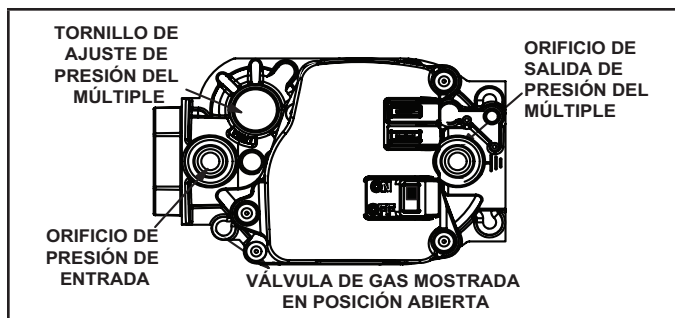
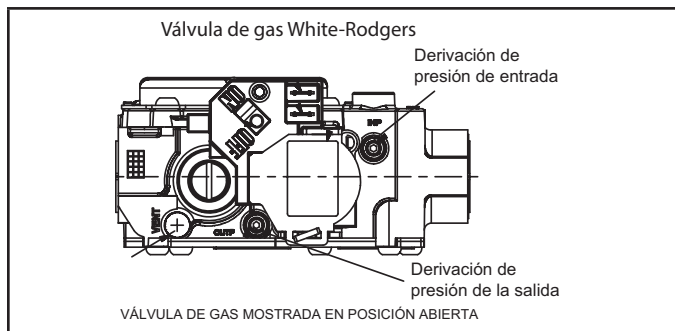

FIGURA 37
FIGURA 38
Funcionamiento de la válvula de gas (FIGURA 37 y FIGURA 38)
- 6 - Mueva el interruptor en la válvula de gas a **APAGADO**. No lo fuerce. Ver la FIGURA 37 y la FIGURA 38.
- 8 - Mueva el interruptor en la válvula de gas a la posición **ENCENDIDO**. No lo fuerce. Ver la FIGURA 37 y la FIGURA 38.